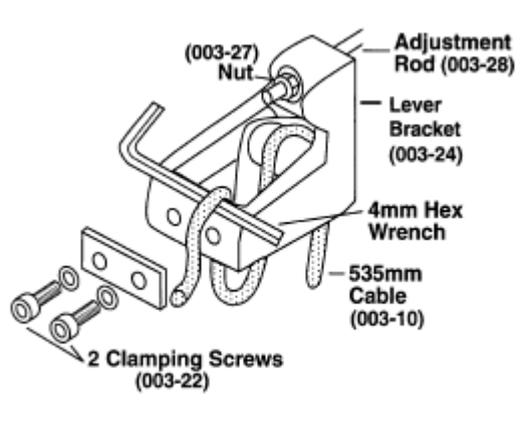
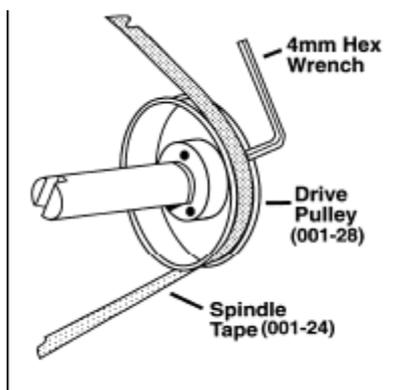

Figura 2: Suporte de alavanca completo
Figura 3: Polia de acionamento e fita do fuso
3. Ainda com o pedal de freio na posição de funcionamento, solte os dois parafusos (EE401015, OEM003148, 003-22) no suporte da alavanca 003-24. Posicione uma chave Allen de 4 mm (conforme indicado na figura 2) entre o cabo de freio de 535 mm (EE401495, OEM 137315, 003-10) e o suporte da alavanca 003-24. Puxe com alicates no final do cabo de freio de 535 mm para remover toda a folga. Reaperte os dois parafusos 003-22.
5. Coloque, como indicado na figura 3 a chave Allen de 4 mm entre a fita de fuso (EE401080, OEM120121, 001-24) e a polia de acionamento (001-28, OEM 120113). Ajuste o parafuso 003-28 da figura 2 até que você consiga retirar a chave Allen 4 mm, que está entre a fita e a polia, com uma leve resistência mantendo a folga de 4mm. O ajuste está completo.